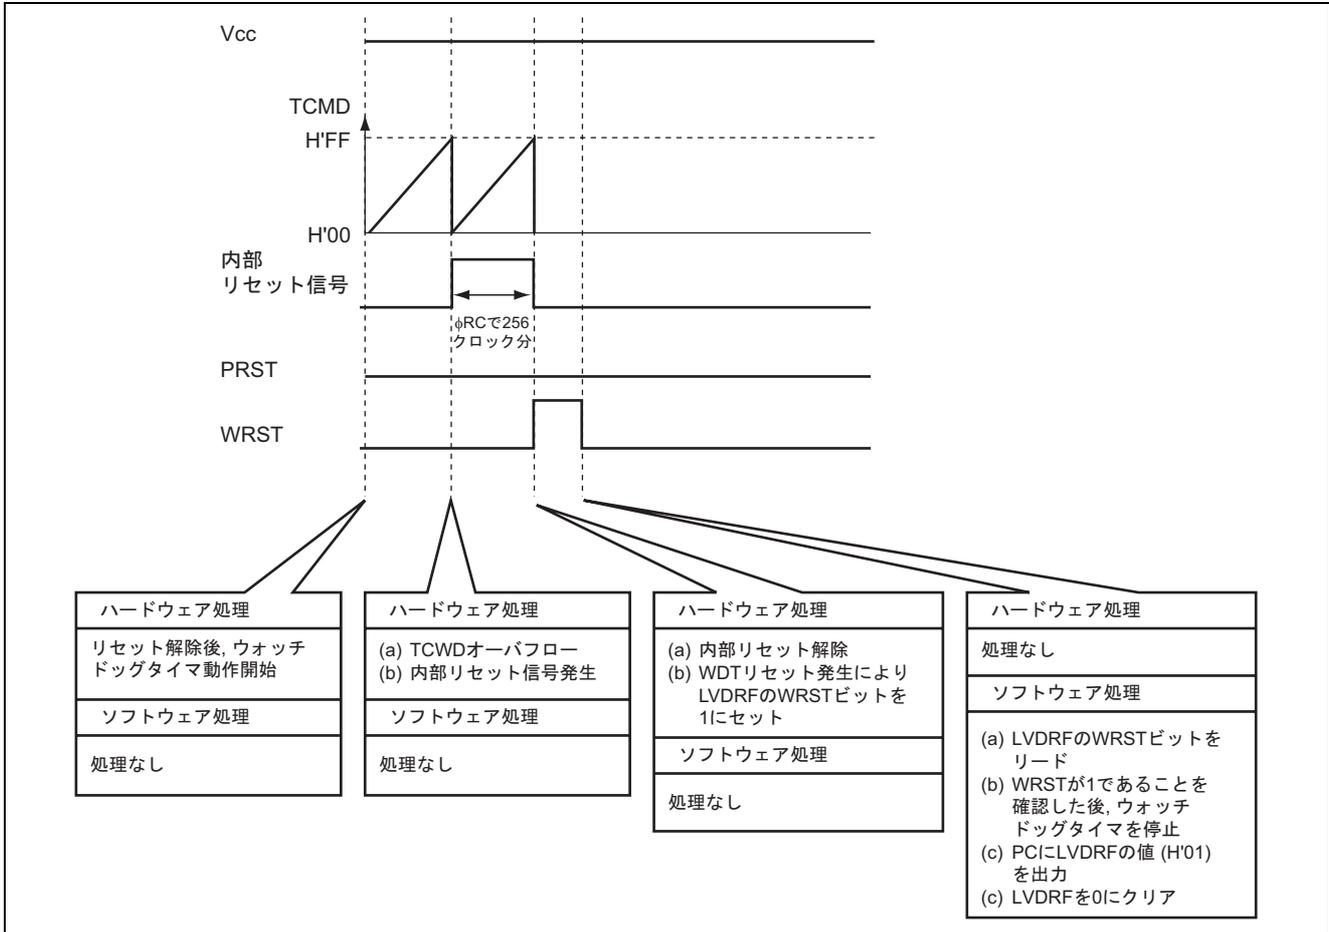

図6 ウォッチドッグタイマリセットの動作説明
3. 図6にウォッチドッグタイマ (WDT) リセットの動作説明を示します。本CPUは初期状態でウォッチドッグタイマは動作します。本タスク例では、そのまま使用し、WDTリセットが発生します。図6に示すようにWDTリセットが発生したとき、リセット解除後にLVDRFレジスタをリードすることにより、リセットの要因を判別します。